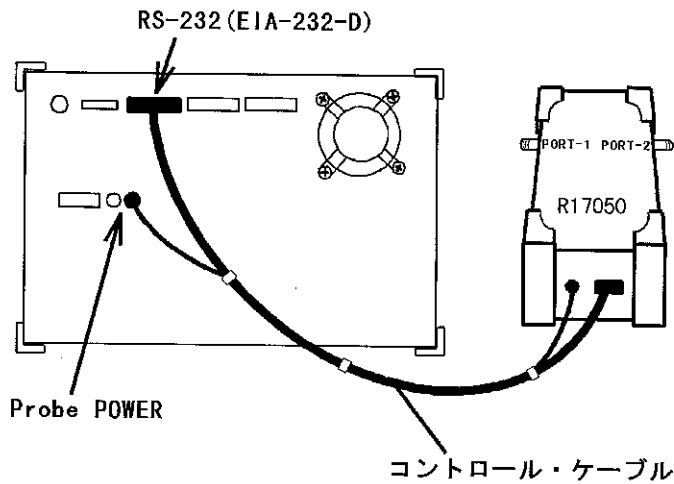

図 6-1 コントロール・ケーブルの接続
- ① 本器とネットワーク・アナライザをコントロール・ケーブルで接続します(図 6-1 参照)。